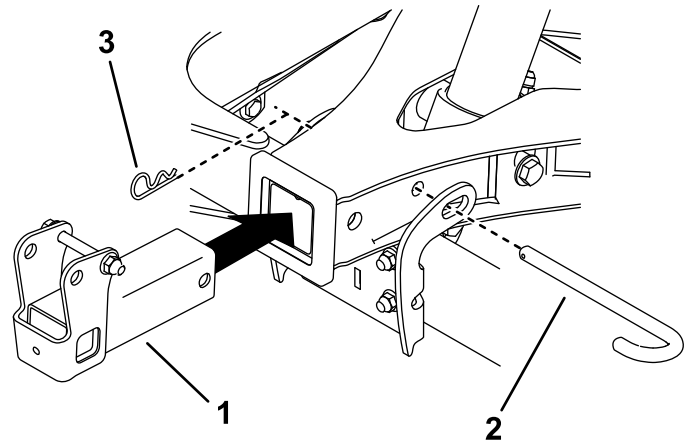

Figura 10
- Retire el pasador de enganche y la chaveta del bastidor en A y utilícelos para instalar el receptor de enganche (Figura 10). Asegúrese de que el pasador sujete el bastidor en A firmemente al tubo transversal.